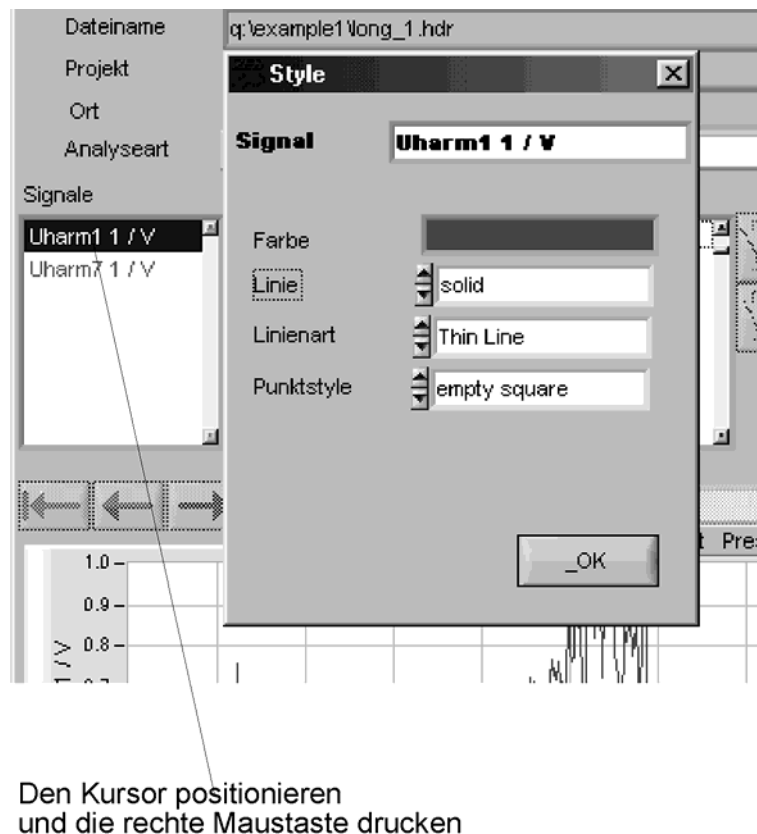

Abbildung 34
2. Nach dem Betätigen der rechten Maustaste erscheint das Fenster, wo die Attribute zu ändern sind (Abbildung 34).